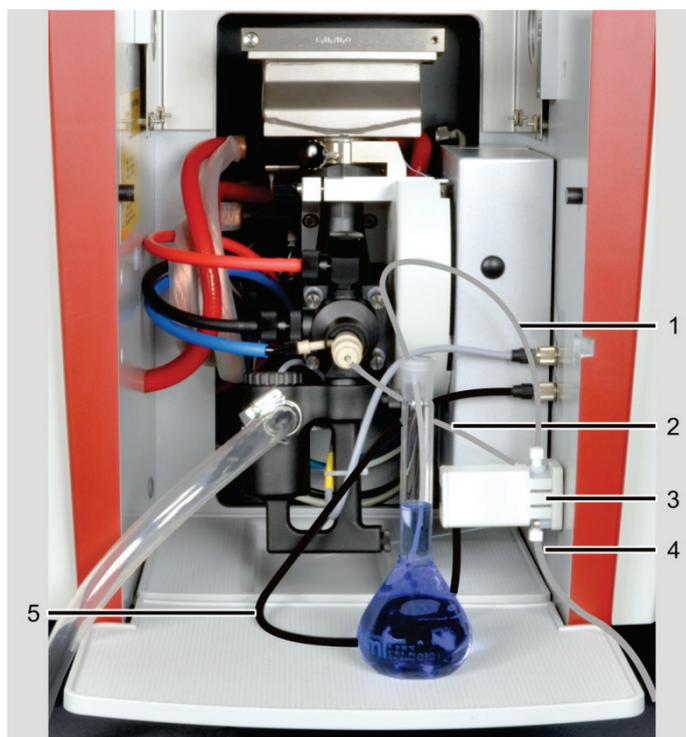

Fig. 47 SFS 6 para alimentación manual de muestras instalado
- manguera de mediana longitud en la conexión superior – hacia la muestra (1 en Fig. 47)
- manguera corta en la conexión lateral – hacia la cánula del pulverizador (2)
- manguera larga en la conexión inferior – hacia la solución de lavado (4)
3. Enchufar el cable de control (5 en Fig. 47) en la conexión (hembra) de dos pines en la pared del compartimento de muestras.
4. Insertar la manguera corta (2) en la cánula del pulverizador.
5. Sumergir la manguera larga (4) en la botella de provisión con solución de lavado.
6. Sumergir la manguera de mediana longitud (1) en el recipiente de muestras y/o conectarla a la cánula de aspiración del automuestreador.